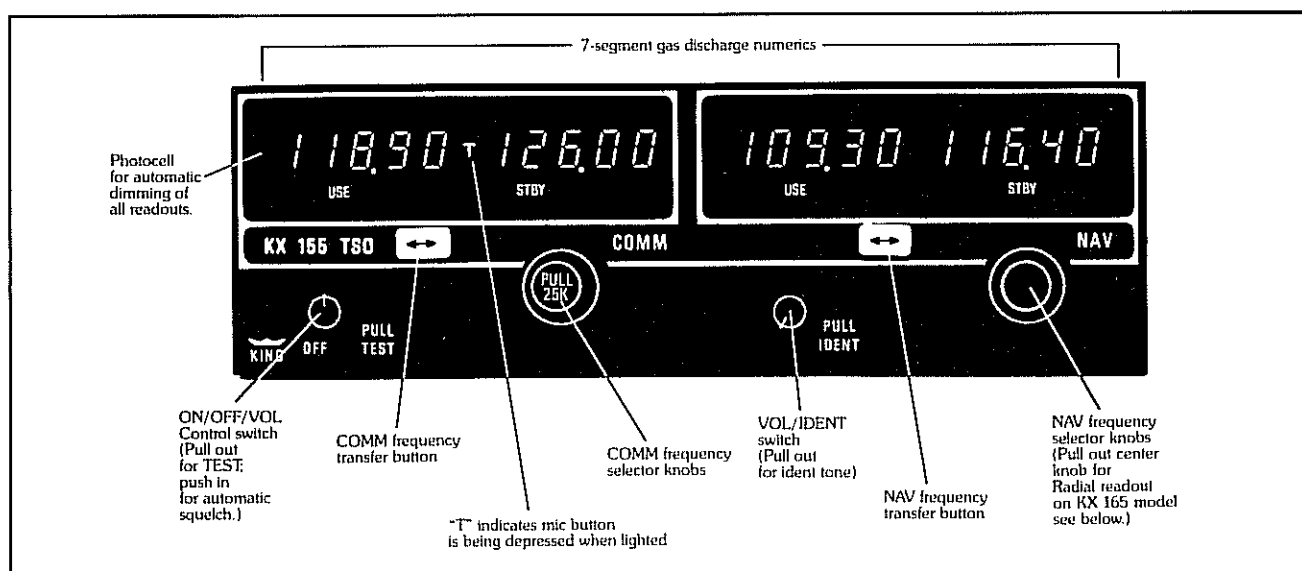

FIGURA 1.10 - L'APPARATO COM/NAV KING KX-155
□ Apparato VHF digitale COM/NAV King KX-155 (figura 1.10)